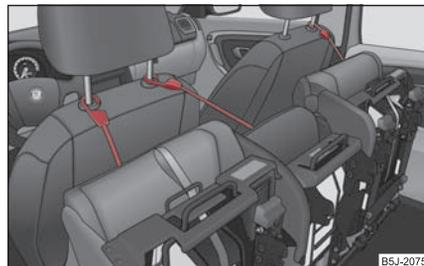

Abb. 68 Vorgeklappte Sitze sichern
- Sichern Sie den vorgeklappten Sitz mit Hilfe des Befestigungsgurts an einer Führungsstange der Kopfstütze des vorderen Sitzes ⇒ Abb. 68.